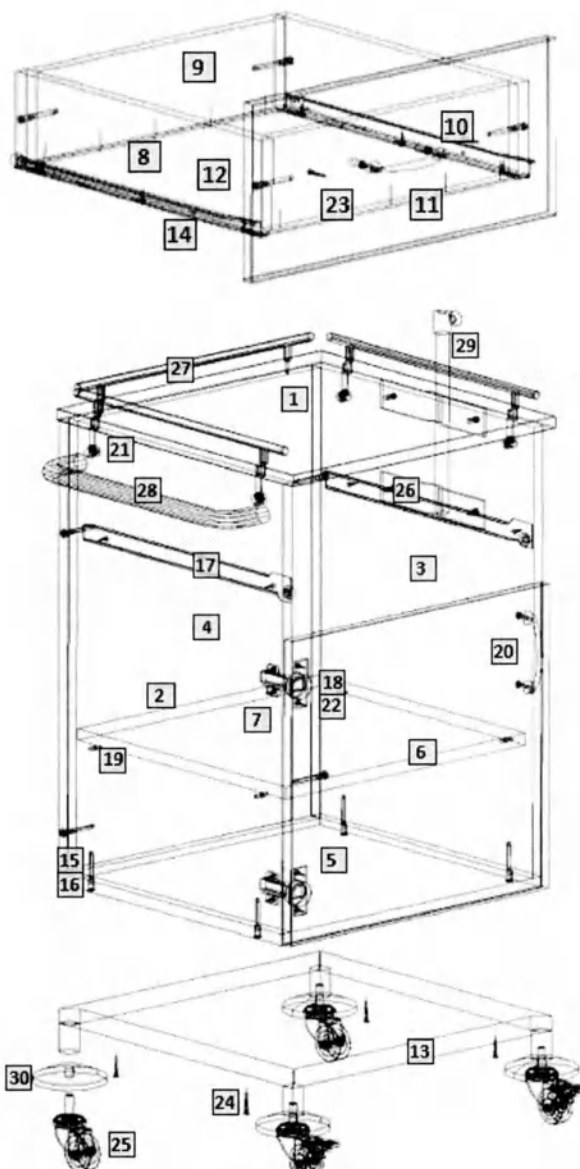

Рис. 1
- 1) Внимательно ознакомьтесь со схемой сборки, изображённой на рис. 1, сверяясь со спецификацией на изделие. Согласно позициям на схеме и спецификации определите расположение деталей в изделии и порядок их сборки. Сборка производится на ровном полу, укрытом материалом, предотвращающим повреждение покрытия пола и деталей мебели. Подготовьте необходимые для сборки инструменты – плоскую и крестовую отвёртки, молоток, ключ на 17 мм, рулетку или линейку.
- 2) На металлический каркас (7) при помощи ключа 17мм установите колесные опоры (8). На вертикальных боковых стенках (1 и 2) установите полкодержатели (13).
- 3) Евровинтами (9), как показано на рис. 1, соедините стенки боковые (1 и 2) с горизонтальными стенками (3) и металлическим каркасом (7) евровинтами (10). Гвоздями закрепите заднюю стенку (6). На видимые головки евровинтов (9,10) установите заглушки (11).
- 4) При помощи винтов 6,3x18 закрепите на боковой стенке тумбы держатель штатива (16) (при необходимости)
- 5) На двери (4) шурупами 4x16 закрепите петли (12); установите ручку (14). Дверь закрепите к боковой стенке тумбы шурупами 15. При необходимости выровняйте положение двери регулировочными винтами петель. Установите полку (5) на полкодержатели (13).
- 6) В металлический каркас (7) установить колеса (8) и бамперы (18) (при необходимости).
- 7) При необходимости установки штатива с держателем, установить штатив (17) в закрепленный на боковой стенке тумбы держатель (16).
- 1) Внимательно ознакомьтесь со схемой сборки, изображенной на рис.1, сверяясь со спецификацией на изделие. Согласно схеме и спецификации определите расположение деталей в изделии и порядок их сборки. Сборка производится на ровном полу, укрытом материалом, предотвращающим повреждение покрытия пола и деталей мебели. Подготовьте необходимые для сборки инструменты – плоскую и крестовую отвертки, молоток, рулетку или линейку.
- 2) На вертикальных боковых стенках (2 и 3) установите цилиндрические части эксцентриковых стяжек (21) в предназначенные для них отверстия; шурупами 4x16 (22) закрепите L-образные части роликовых направляющих (17); установите полкодержатели (19). На крышке (1) установите штыки эксцентриковых стяжек (21) и ограждения (27).
- 3) Евровинтами (15), как показано на рис.1, соедините вертикальные стенки (2 и 3) с горизонтальной стенкой (5). Установите крышку 1. Затяжка соединения производится путём поворота эксцентриков до упора в направлении стрелки, выштампованной на корпусе стяжки. На видимые головки евровинтов (15) установите заглушки (16).
- 4) При помощи винтов 6,3x13 закрепите на боковых стенках тумбы транспортировочную ручку (28) (при необходимости) и держатель штатива (26) (при необходимости). Шурупами 4x35 (24) соедините каркас тумбы с металлическим основанием (13).
- 5) Сборка ящика. Евровинтами (15) соедините боковые стенки ящика (8 и 9) с передней (10) и задней (9) стенками. Дно ящика (12) закрепите к передней и задней стенкам гвоздями (14). Установите роликами назад J-образные части направляющих (17) и закрепите их шурупами 4x16 (22). Шурупами 3,5x30 (23) закрепите фасад (11) к передней стенке ящика (10). Установите на фасад ящика ручку (20). Установите собранный ящик в корпус тумбы.
- 6) На двери (6) шурупами 4x16 (22) закрепите петли (18); установите ручку (20). Дверь (6) закрепите к боковой стенке (2) тумбы шурупами. При необходимости отрегулируйте положение двери винтами петель. Установите полку (7) на полкодержатели (19).
- 7) В металлическое основание (13) установить колеса (25) и бамперы (30) (при необходимости).
- 8) При необходимости установки штатива с держателем, установить штатив (29) в закрепленный на боковой стенке тумбы держатель (26).